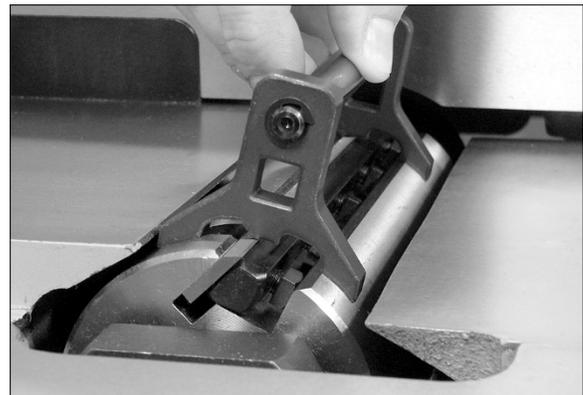

Рис. 18
6. Поворачивайте строгальный вал (с помощью ремня или шкива) до тех пор, пока кромка ножа не окажется в верхней точке. Положите на строгальный вал шаблон для установки ножа (Рис. 18), чтобы кромка ножа касалась центра шаблона. Все четыре опоры шаблона должны прочно опереться на вал по мере вдавливания ножа в паз. С помощью шаблона ножи устанавливаются примерно на 0,38 мм выше поверхности вала. Высота ножа не должна меняться более, чем на 0,05-0,08 мм по длине строгального вала.